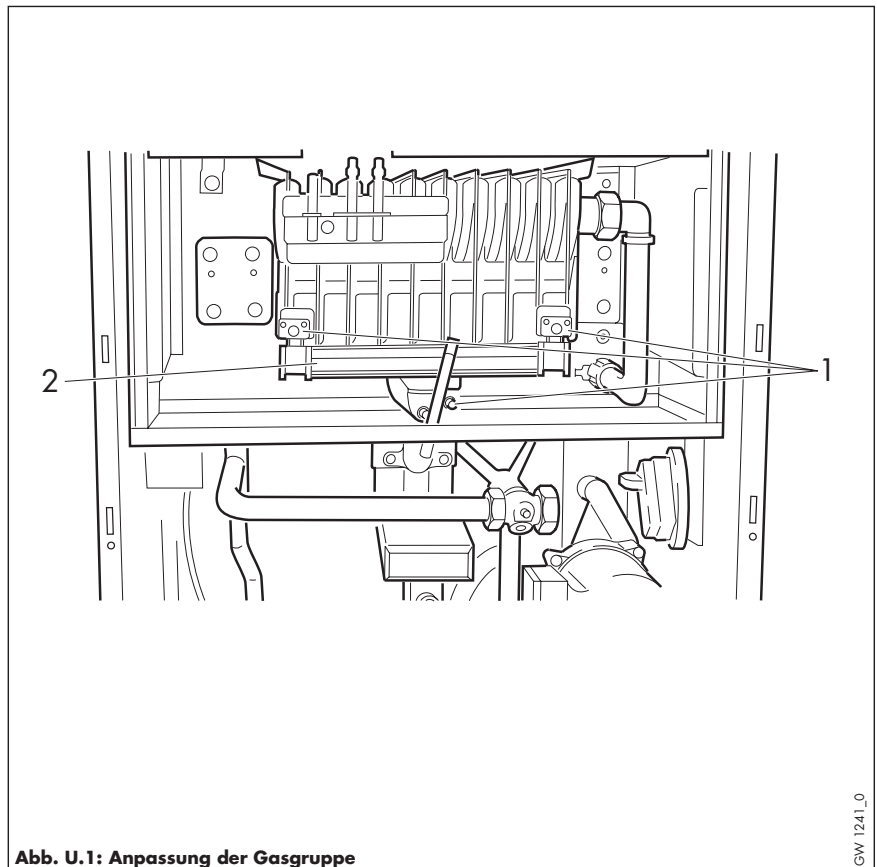

Abb. U.1: Anpassung der Gasgruppe
- Lösen Sie die drei Schrauben (1, Abb. U.1) am Brenner.
- Ziehen Sie die Brennerverteilerplatte (2) nach vorn heraus.
- Setzen Sie die neue Brennerverteilerplatte wieder ein, und befestigen Sie diese mit den drei Schrauben (1).